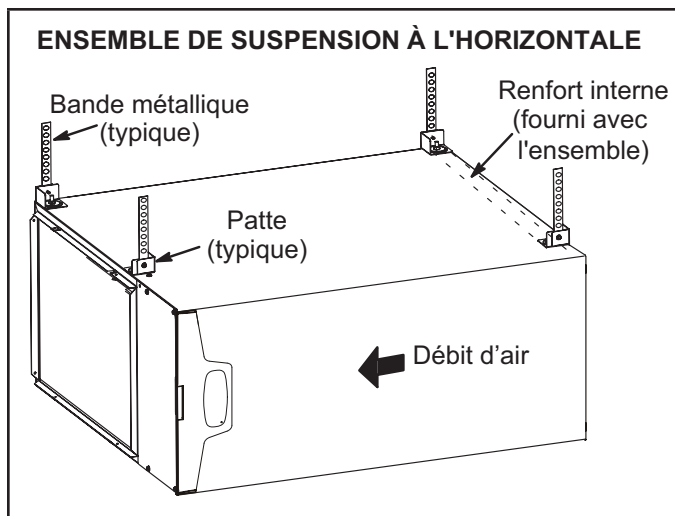

**Figure 17**
Le EL297UHV peut être installé à l'horizontale avec refoulement de l'air à droite ou à gauche. Voir la Figure 17 pour les dégagements prescrits pour les configurations horizontales.
- 1 - Sélectionner l'emplacement de l'unité en tenant compte des dégagements d'entretien et des autres dégagements nécessaires. Voir Figure 17.